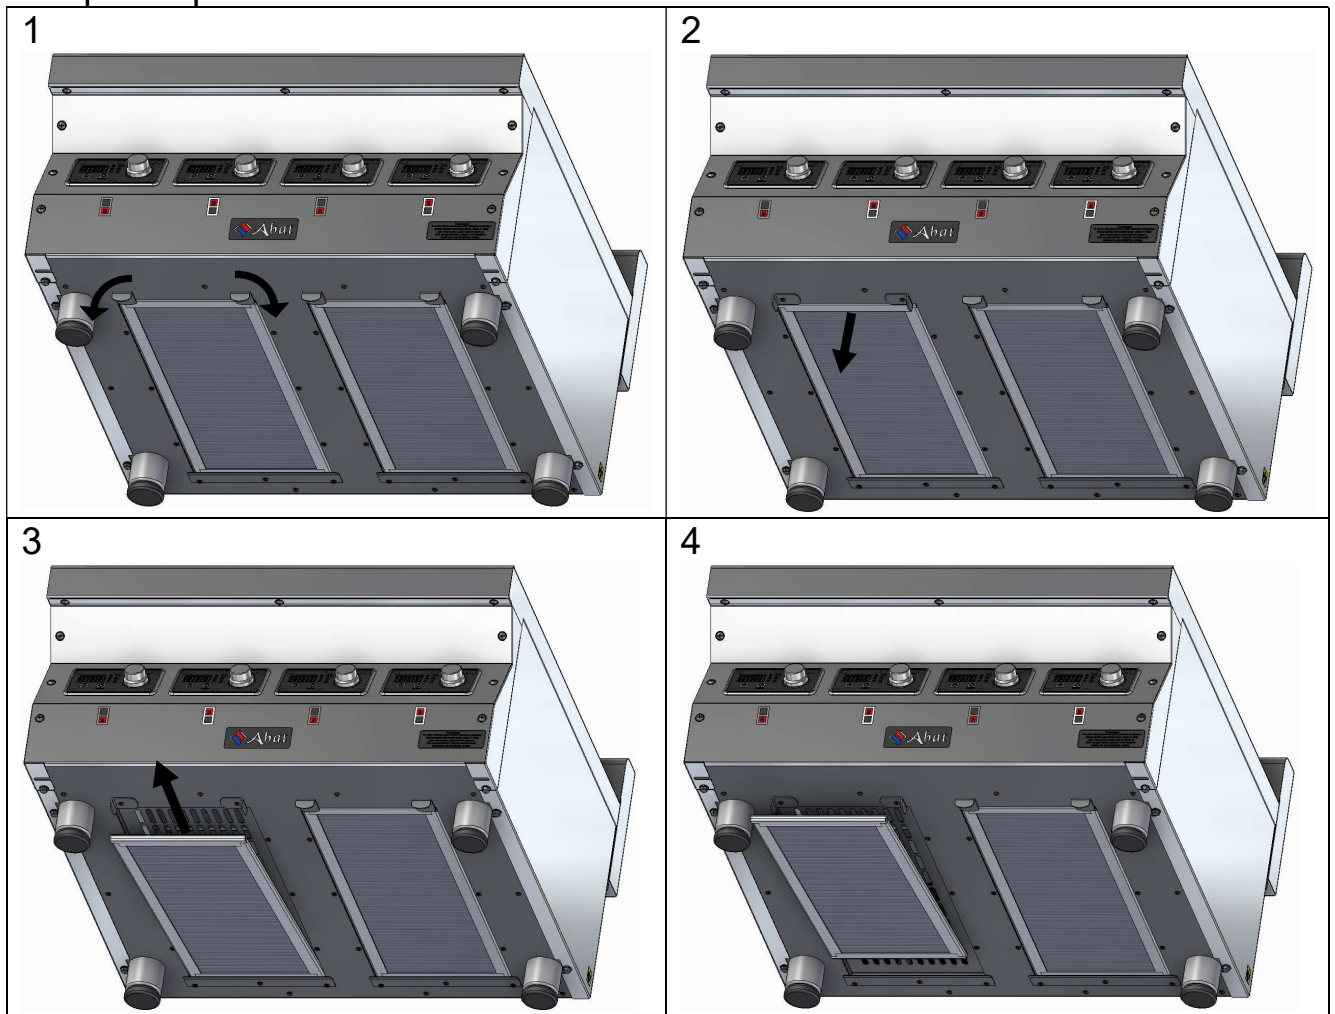

Рис. 9. Извлечение жироулавливающего фильтра
- повернуть на 90 градусов 2 фиксатора, крепящих фильтр к днищу и вынуть его (см. **рис. 9**);